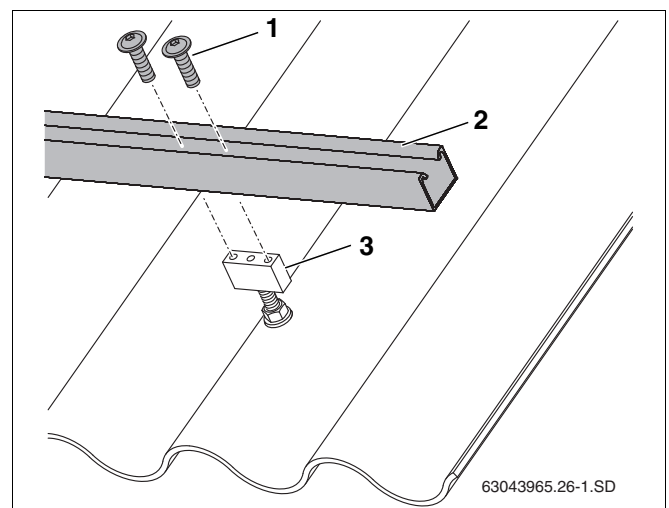

Рис. 25 Крепление профильной рейки к бобышке
- ▶ Закрепите профильные рейки (рис. 25, поз. 2) двумя винтами (рис. 25, поз. 1).